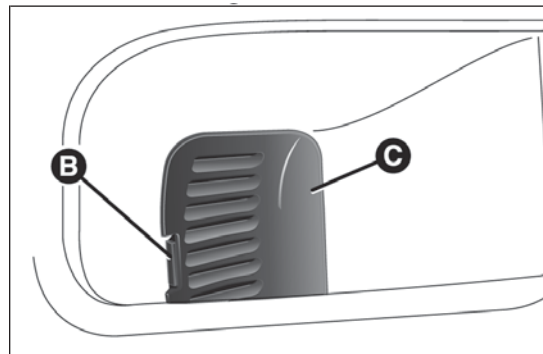

fig. 183
- ☐ actuando en la lengüeta B fig. 183 retirar la tapa de protección C (situada en la parte lateral del maletero);